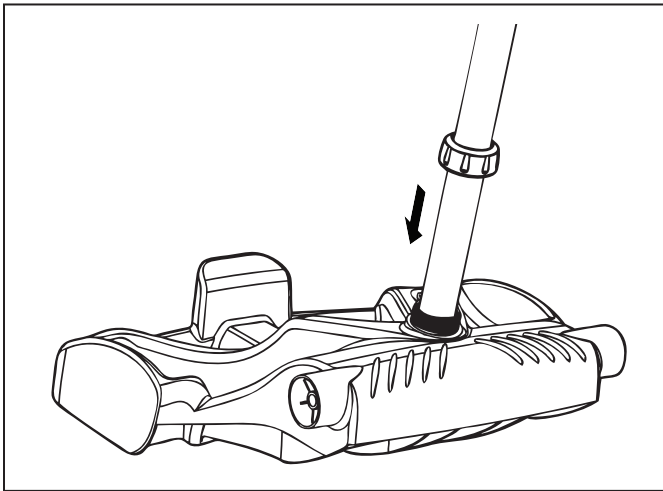

Figura 4. Gire la tuerca de mano para asegurar el marco
- Deslice la tuerca de mano por el tubo y hágala girar para ajustarla a la unidad base (Figura 4).